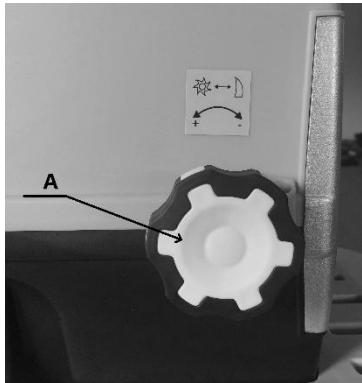

Fig. 5A
- Ruotare la manopola di regolazione della controplacca (A) in senso orario fino a quando si sente un leggero rumore di attrito e dal canale di espulsione cadono brevemente dei trucioli di alluminio. (Fig. 5A e 5B)